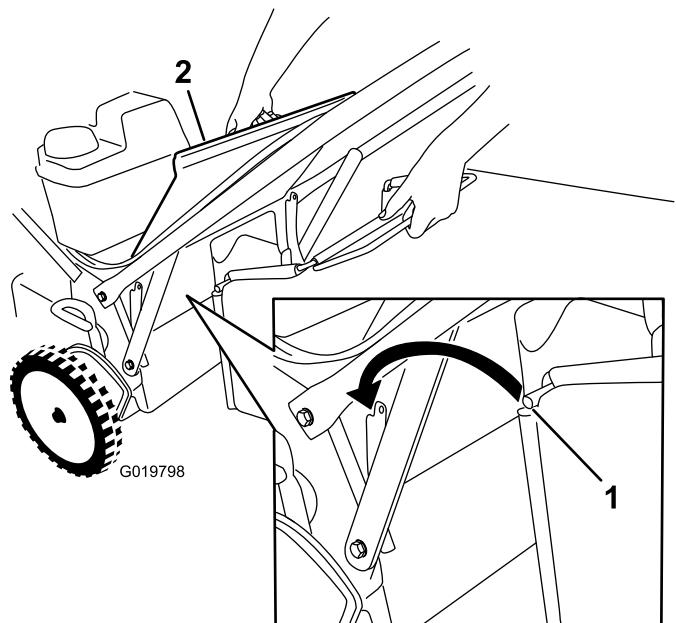

Figura 22
1. Levante y sujeté el deflector trasero (Figura 22).
3. Instale la varilla de la bolsa en las muescas de la base del manillar, y mueva la bolsa hacia adelante y hacia atrás para verificar que la varilla está asentada en el fondo de cada muesca; consulte Figura 22.